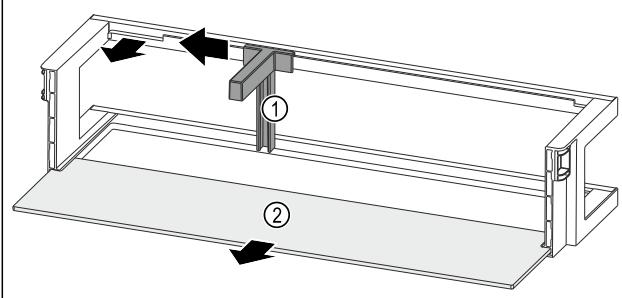

Fig. 133 Рафт на врата с преграда за бутилки и рафт
- ▶ Плъзнете преградата за бутилки Fig. 133 (1) настрани до прореза.
- ▶ Свалете преградата за бутилки Fig. 133 (1).
► Свалете рафта Fig. 133 (2).